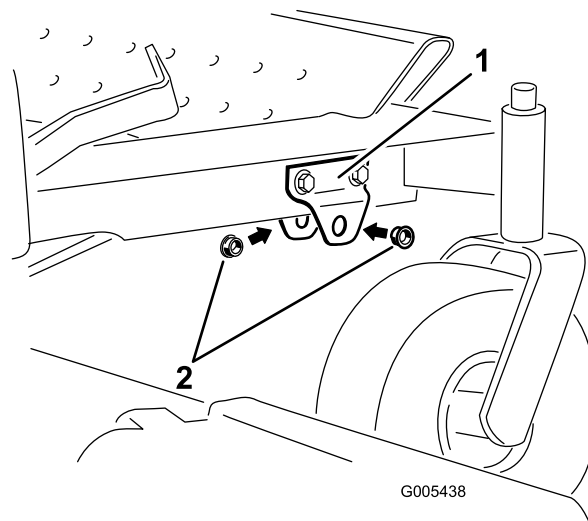

Bild 6
- Setzen Sie eine Bundbuchse in jedes Loch in der Halterung ein, siehe Bild 6. Der Bund der Buchse sollte außen an der Halterung sein.
6. Ziehen Sie die Befestigungen fest, mit denen die Halterung befestigt ist (Bild 6).